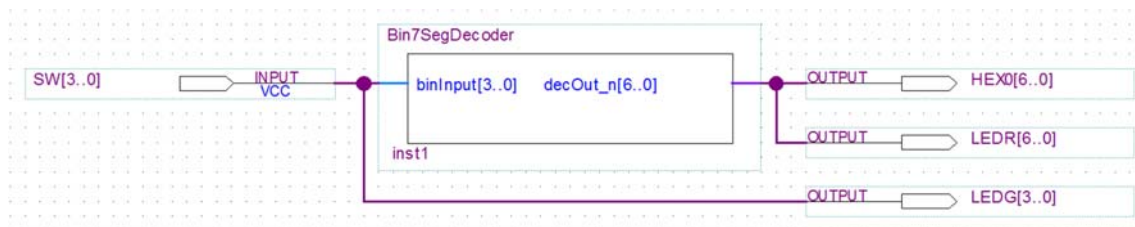

Figura 11 – Alteração do circuito da Figura 10 para visualização em LEDs das entradas e saídas do decodificador.
9. Altere o projecto para que as entradas e as saídas do decodificador binário → 7 segmentos sejam também visualizadas em LEDs do *kit* (observe a sugestão da Figura 11: quer os portos de entrada, onde ligam os interruptores, quer as saídas do decodificador passam também a ligar a portos de saída associados aos LEDs).